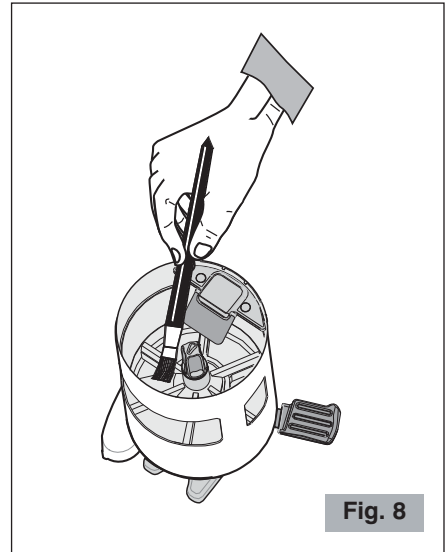

Fig. 8
- Utiliser une brosse ou le pinceau fourni avec (Fig. 8) pour nettoyer les zones moins accessibles à son intérieur et un chiffon sec pour les autres surfaces.